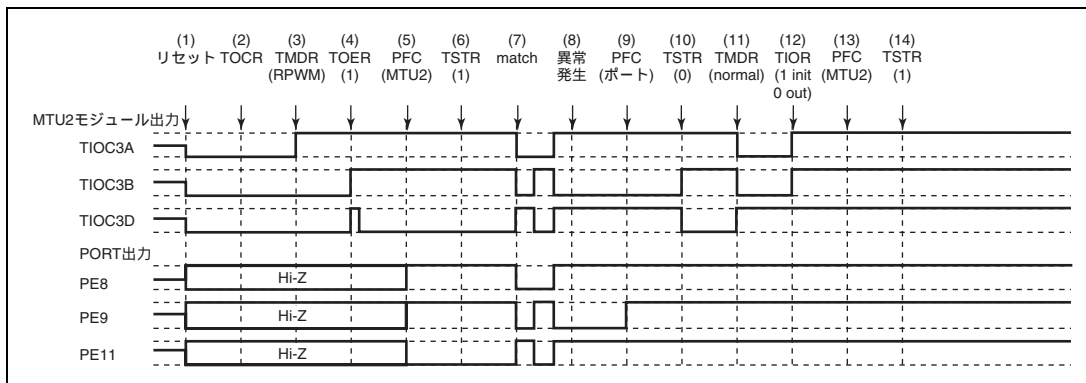

図 10.162 リセット同期 PWM モードで異常が発生し、ノーマルモードで復帰する場合
(1) ~ (10) は図 10.162 と共通です。
(11) PWM モード 1 を設定してください (MTU2 出力は正相側がローレベル、逆相側がハイレベルとなります)。
(12) TIOR で端子を初期化してください (PWM モード 1 では TIOC\*B 側は初期化されません)。
(13) PFC で MTU2 出力としてください。
(14) TSTR で再スタートします。
- (1) ~ (10) は図 10.162 と共通です。
- (11) TOER でチャンネル 3、4 の出力を禁止してください。
- (12) TOCR で相補 PWM の出力レベルと周期出力の許可禁止を選択してください。
- (13) 相補 PWM を設定します (MTU2 の周期出力端子はローレベルになります)。
- (14) TOER でチャンネル 3、4 の出力を許可してください。
- (15) PFC で MTU2 出力としてください。
- (16) TSTR で再スタートします。
- (11) PFC で MTU2 出力としてください。
- (12) TSTR で再スタートします。
- (13) コンペアマッチの発生によりリセット同期 PWM 波形を出力します。